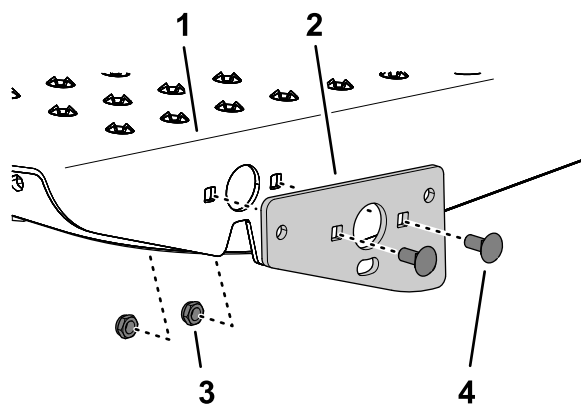

Figura 5
1. Monte el soporte de giro en el reposapiés con 2 pernos de cuello cuadrado (5/16" x 3/4") y 2 contratuercas (5/16"), como se muestra en la Figura 5.